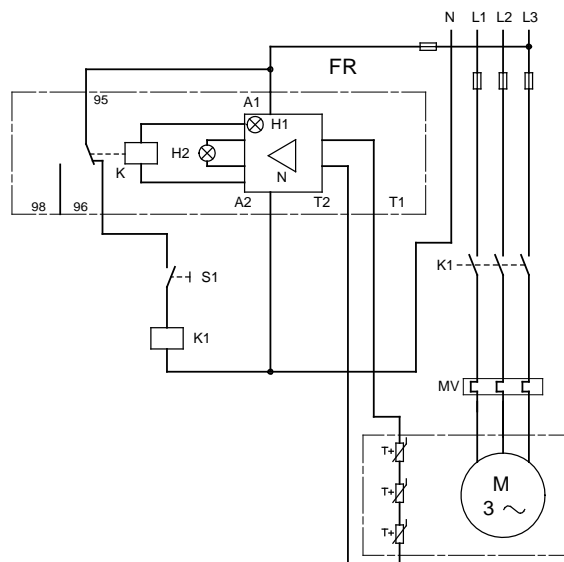

Fig. 9 Schema di cablaggio elettrico
Il collegamento elettrico deve essere eseguito da un elettricista qualificato in conformità con le normative locali e in accordo agli schemi della protezione del motore, dell'avviatore e dei dispositivi di controllo utilizzati, vedere la fig. 9. I collegamenti elettrici vengono effettuati nella scatola di controllo.
Il motore deve essere collegato ad un avviatore (MV) e ad un relè amplificatore esterno (FR), vedere fig. 9, per assicurare la protezione del motore contro danni dovuti a cadute di tensione, mancanza di fase, sovraccarico rapido e lento e ad un blocco del rotore.
Prima di avviare il sistema, è necessario collegare i termistori ai morsetti T1 e T2 sulla morsettiera, vedere fig. 9. I termistori proteggono gli avvolgimenti del motore contro il sovraccarico termico.